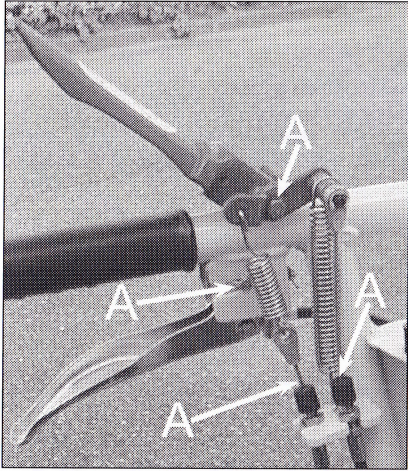

Figure 15
- Articulation des commandes de débrayage et de la commande d'avancement, leviers et câbles (figure 15, repère A)